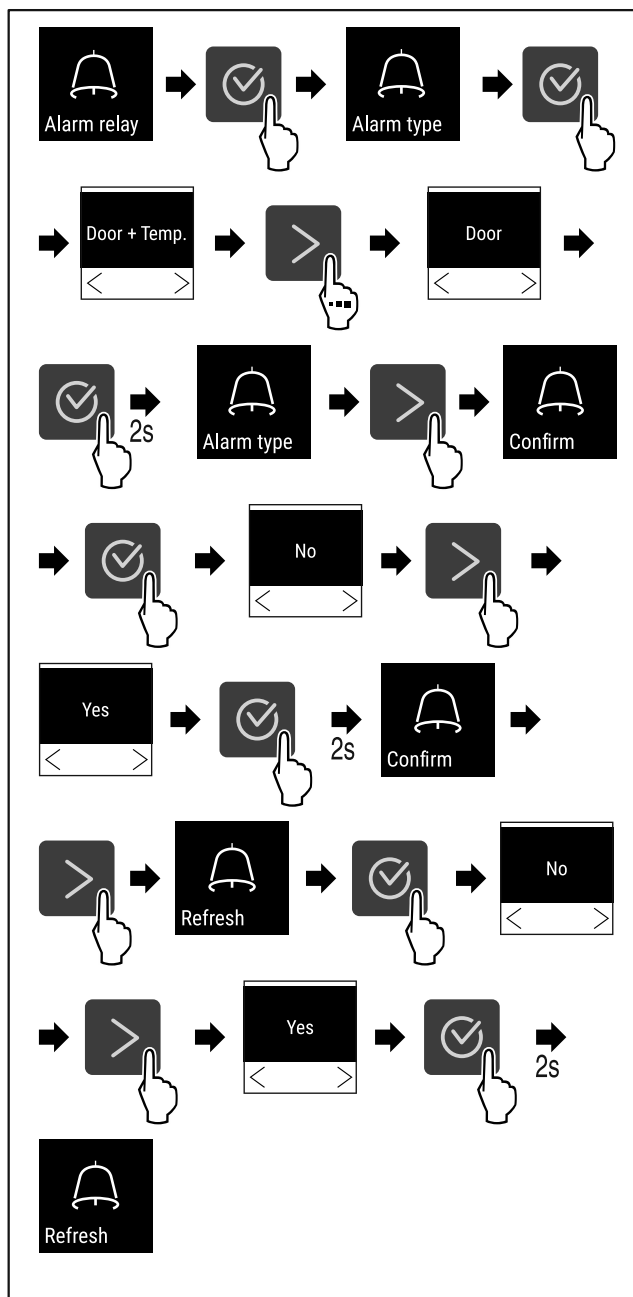

Fig. 114
- ▶ Handlungsschritte (siehe Fig. 114) durchführen.